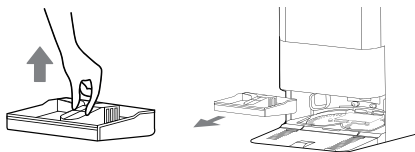

Fig. 25
2. Rincez le plateau de nettoyage à l'eau, laissez-le sécher, puis replacez-le dans le châssis et remontez la station de charge. [Fig. 25]